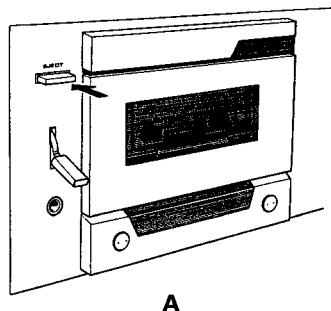

Fig. 6
1. Presser le bouton "EJECT" pour ouvrir le couvercle du compartiment cassette. (Fig. 6-A)
2. Insérer une cassette (partie visible de la bande vers le bas). (Fig. 6-B)
1. Die EJECT-Taste drücken. Dabei springt der Deckel des Kassettenfachs auf. (Fig. 6-A)
2. Die Kassette mit der aufzunehmenden oder abzuspielenden Seite nach unten wie gezeigt in den Kassettenhalter einsetzen. (Fig. 6-B)
1. Druk de toets EJECT in, en het cassettedeksel zal openspringen. (Fig. 6-A)
2. Breng de cassette zodanig in de houder, dat de zijde waar de band zichtbaar is naar beneden wijst. (Fig. 6-B)
1. Tryck in EJECT-knappen så att kassettluckan öppnas. (Fig. 6-A)
2. Lägg i kassetten med bandsidan nedåt. (Fig. 6-B)